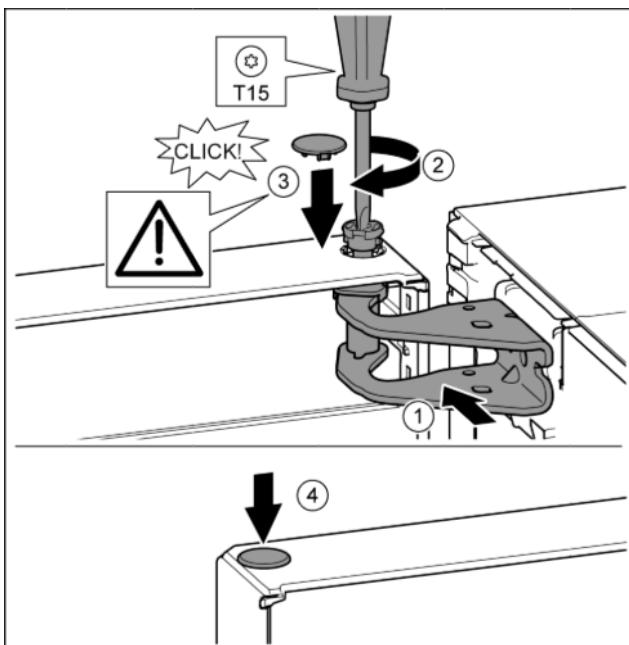

Fig. 20
- Orienter la porte en haut pour l'ouverture dans le support de palier. Fig. 20 (1)
- Poser le boulon et le visser avec un tournevis T15. Fig. 20 (2)
- Monter le cache de sécurité pour sécuriser la porte : Mettre en place le cache de sécurité et contrôler s'il repose sur la porte. Sinon, enfoncez à fond le boulon. Fig. 20 (3)
- Mettre le bouchon en place. Fig. 20 (4)